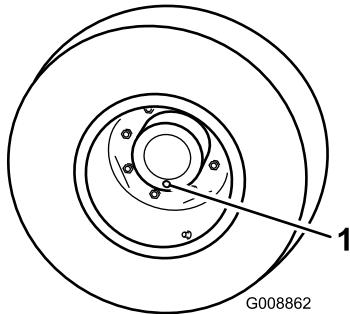

Bild 89
1. Stellen Sie auf einer ebenen Fläche ab und positionieren Sie das Rad so, dass sich eine der Prüfschrauben in der untersten Stellung (6 Uhr) befindet (Bild 89).